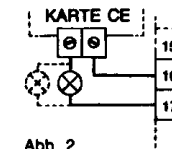

Abb. 2
- 3.C) Die 220V Lampe (n) an die auf dieser Karte vorhandene Zweifach-Klemmleiste anschliessen (Abb. 2)